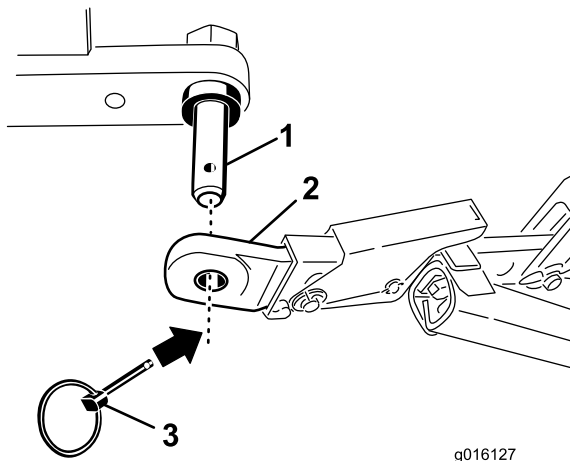

Figure 3
- Fixez les bras de liaison inférieurs aux goupilles de montage de l'aérateur avec des goupilles à anneau (Figure 3).